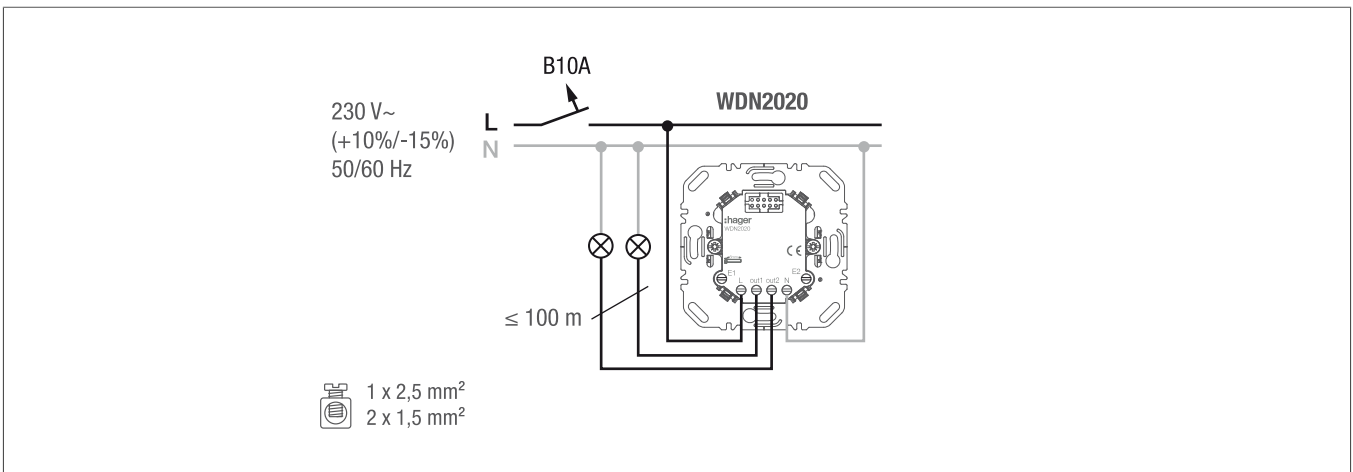

Bild 2: Anschlussbild
- 1 Gerät gemäß Anschlussbild anschließen (Bild 2 oder 3).